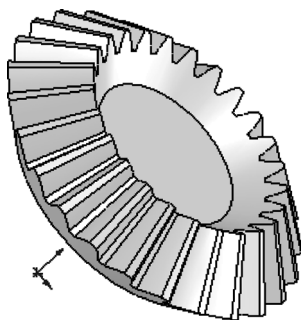

图 8-71 圆周阵列生成多齿
① 显示临时轴。选择菜单栏中的“视图”→“隐藏/显示(H)”→“临时轴”命令，显示零件实体的临时轴。
② 圆周阵列实体。选择菜单栏中的“插入”→“阵列/镜像”→“圆周阵列”命令，或单击“特征”控制面板中的“圆周阵列”按钮，弹出“圆周阵列”属性管理器；选择锥齿轮轮廓实体的临时轴作为“阵列轴”，在“实例数”文本框中输入 25，单击“等间距”按钮，在“要阵列的特征”选项框中选择切除放样实体，然后单击“确定”按钮进行圆周阵列，最后将临时轴、草图、基准面均隐藏，结果如图 8-71 所示。